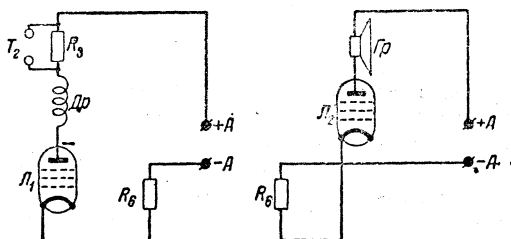

Рис. 61. Цепи питания анодов обеих ламп
3. На рис. 61 вычерчены отдельно цепи питания анодов обеих ламп.